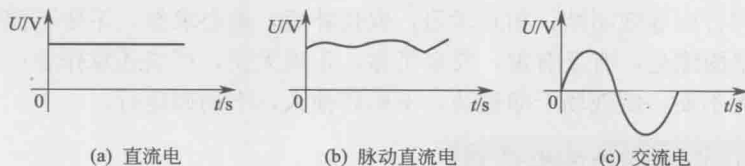

图 1-1 直流和交流电示意图
(2) 电压可分为直流电、脉动直流电、交流电。
① 直流电是指电压的大小和方向都不随时间改变,电池上的电压就为直流电压。直流电通常用DC表示,如图1-1(a)所示为直流电示意图,图中横坐标表示时间 t ,纵坐标表示直流电压。
② 如果直流电压的大小脉动,但电压的方向不变,这种直流电是脉动直流电。如图 1-1(b) 所示的电路中,电压始终在图形的上端,这种直流电称为脉动直流电。
③ 交流电的大小和方向都在随时间改变,如图 1-1(c) 所示为交流电示意图。人们用的市电就是交流电,交流电常用 AC 表示。